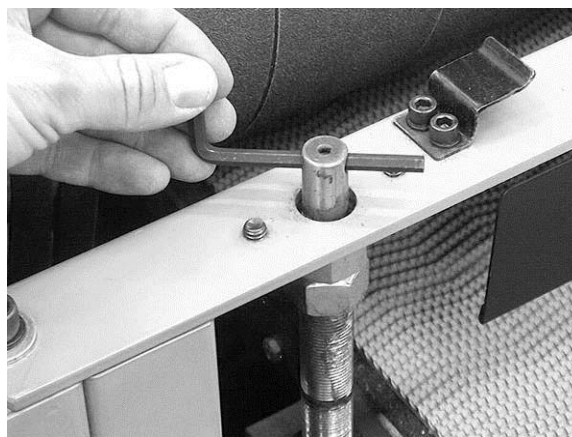

Figure 18
4. Insérez un outil tel que la clé hexagonale ou le tournevis dans le trou au-dessus de la vis mère (Fig. 18) à l'angle le plus bas de la table.